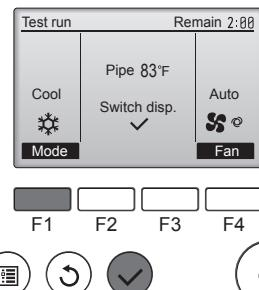

Fig. 7-3
- Pulse el botón [F1] para cambiar el modo de funcionamiento. (Fig. 7-3)